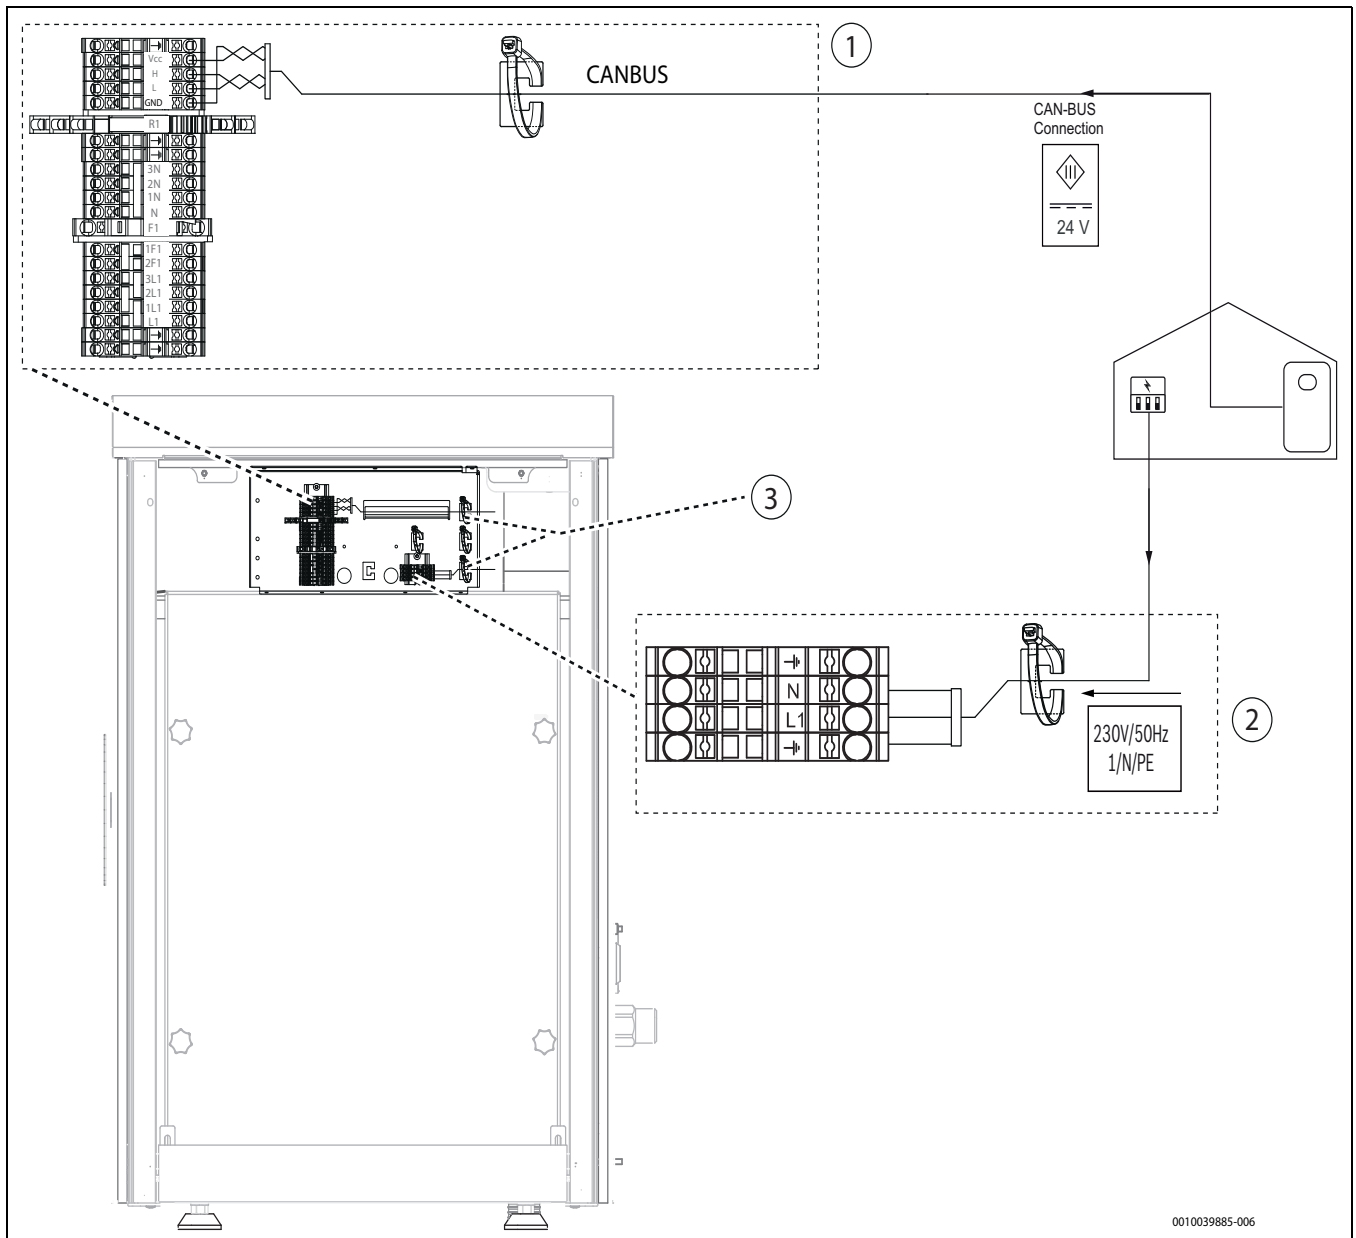

Bild 36 Klemmenkasten
- ▶ Kabel entsprechend → Abbildung 36 anschließen.